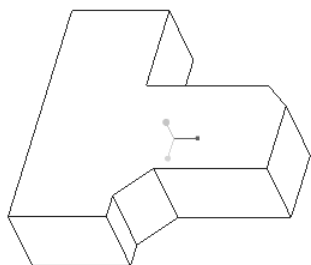

图 6-39 文件的模型零件
1) 单击  (打开) 按钮, 弹出“文件打开”对话框。从随书光盘中的“CH6”文件夹中选择“bc_k_2.prt”文件, 单击“打开”按钮。该文件的模型零件如图 6-39 所示。